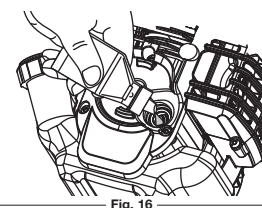

Fig. 16
1. Desenrosque la tapa de la botella de aceite y retire el sello de papel que cubre la apertura. Vuelva a colocar la tapa. Corte la punta de la boquilla del embudo (Fig. 16).
4. Vierta todo el contenido de la botella de aceite en el cigüeñal (Fig. 16).